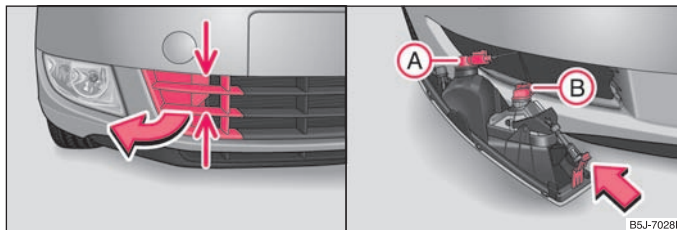

Fig. 166 Bara de protecție față: Grilaj de protecție / demontarea proiectoarelor de ceață
- Apucați grilajul de locurile marcate cu săgeți ⇒ fig. 166 din stânga și scoateți-l.
- Introduceți mâna în deschizătura în care se afla grilajul și apăsați dispozitivul de prindere cu arc ⇒ fig. 166 în dreapta.
- Rotiți conectorul (A) cu lampa pentru lumina de zi, resp. conectorul (B) cu lampa proiectorului de ceață până la opritor înspre stânga și extrageți-l.